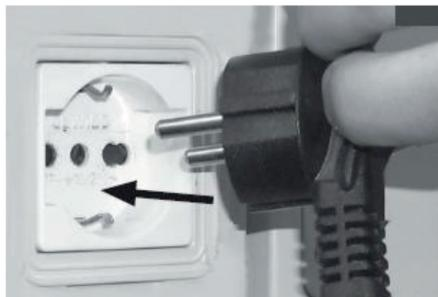
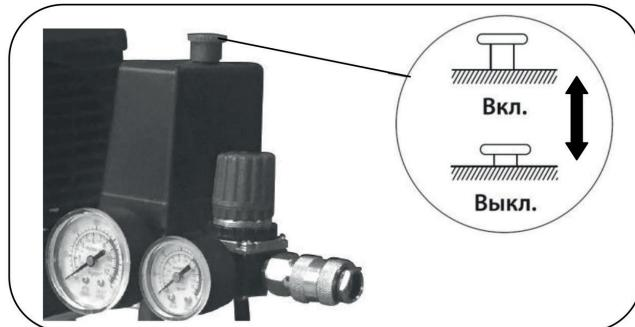

Рис. 7
Рис. 8
2. Подключите вилку электрокабеля питания в соответствующую розетку, имеющую контакты заземления (Рис. 7), предварительно проверив, что выключатель реле давления 2 (Рис. 8) находится в положении выключено «0» (OFF).
4. Включите компрессор красной кнопкой реле давления (прессостата), потянув ее вверх в положение Вкл. (Рис. 8). Компрессор запустится и начнет накачивать воздух в ресивер. После достижения заданного верхнего уровня давления компрессор остановится. По мере расходования воздуха давление в ресивере падает и, когда оно достигает нижнего заданного уровня (разница между верхним и нижним уровнем давления 2 бар), компрессор автоматически включится.
Для останова компрессора нажмите на кнопку прессостата вниз (Рис. 8) в положение Выкл. После завершения работы с компрессором отключите его от электросети и стравите воздух из ресивера.